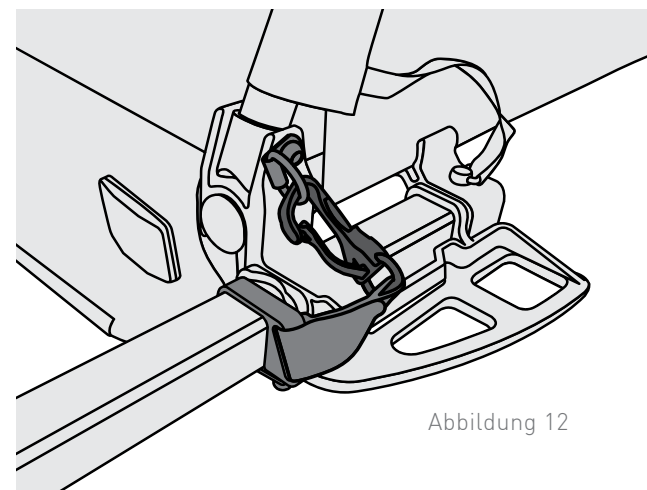

Abbildung 12
4. Den Sicherheitsriemen an den D-Ring auf dem Kinderanhängerrahmen klipsen (Abbildung 12).